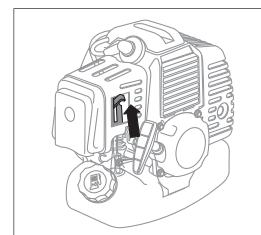

fig. 9
4. Poziționați maneta clapetei de aer în poziția de sus - | / „Închis” (fig. 9).
7. Poziționați maneta clapetei de aer (fig. 9) în poziția din mijloc.